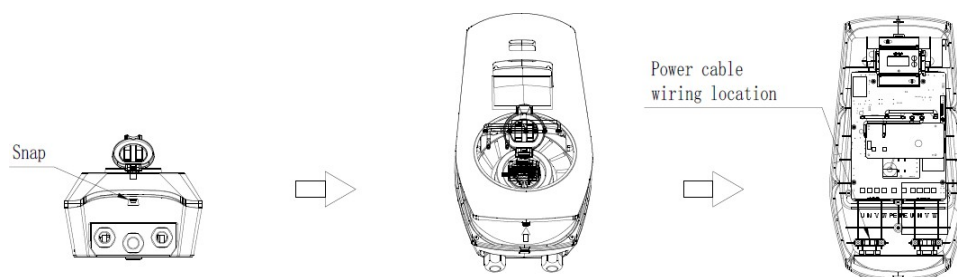

Figura 2- Diagrama de cableado
2. Siguiendo la dirección de la flecha de la figura 2, abra la cubierta superior hacia arriba;